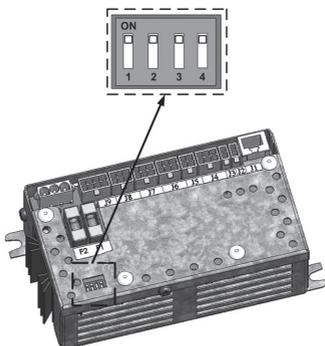

Рис. 2.5
**Примечание:** Для того чтобы эта функция работала, т.е. для остановки вентилятора вытяжного воздуха в режиме «OVR», переключатель № 4, находящийся на коробке автоматики, необходимо переключить в положение «ON» (см. Рис. 2.5).
С помощью находящихся на коробке автоматики переключателей (рис. 2.5) можно подбирать тип теплоутилизатора, нагревателя и вентилятора, а также режим функции «OVR». Настройки применяются только после перезагрузки напряжения питания.